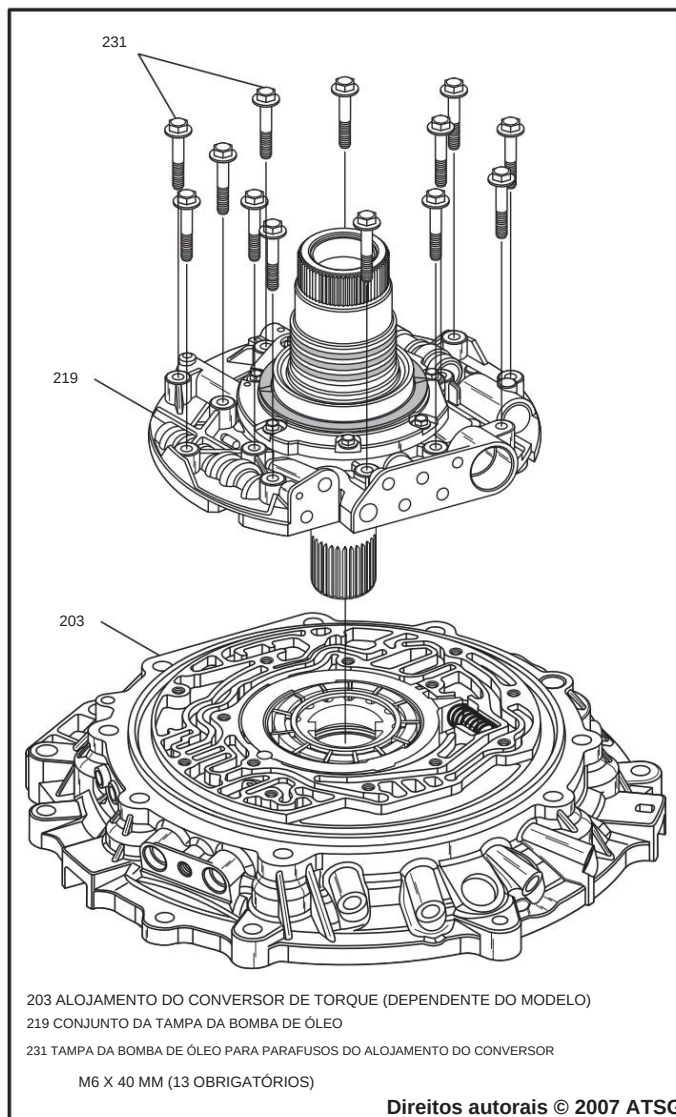

Figura 60
3. Remova os 13 parafusos da tampa da bomba de óleo da carcaça do conversor, conforme mostrado na Figura 60, e remova o conjunto da tampa da bomba de óleo.